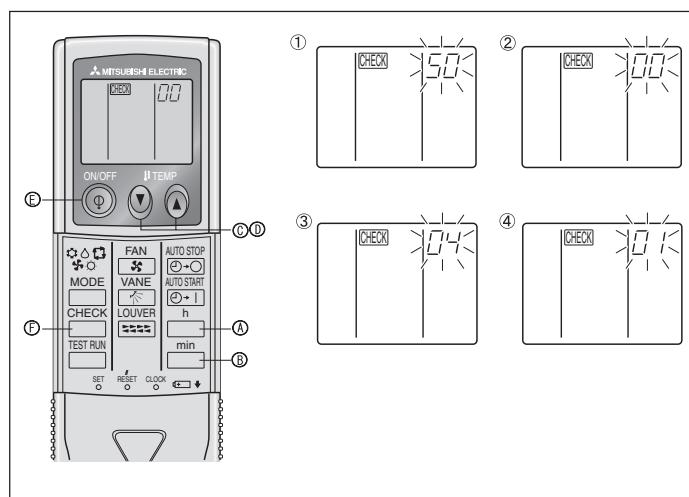

Fig. 6-10
- ⑧ Premere il pulsante MODE ④; il modo e il numero del parametro (1) e (2) cambieranno restando costantemente accesi. Si può confermare il contenuto dell'impostazione.
- ⑨ Premere contemporaneamente i tasti ① FILTER e ② TEST RUN per almeno due secondi. La schermata di selezione funzioni scompare temporaneamente e appare l'indicazione di condizionatore d'aria spento.
2) Per il regolatore a distanza senza fili (Fig. 6-10)